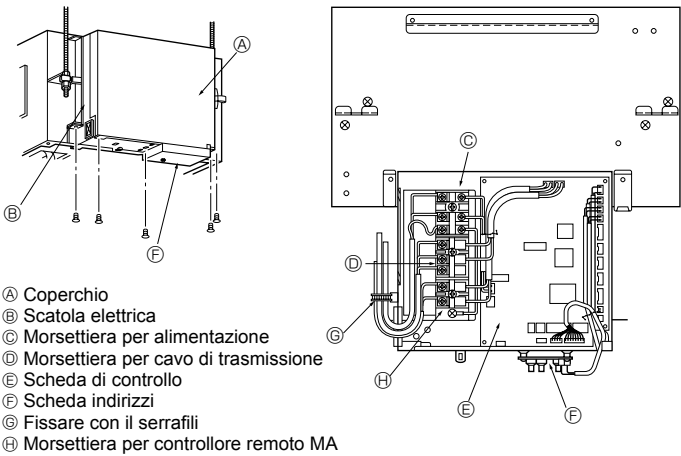

Fig. 4-1
4.1. Cablaggi elettrici (Fig. 4-1)